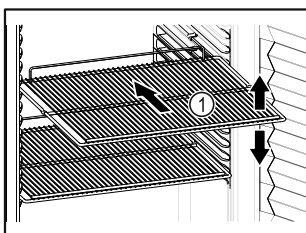

Fig. 54
- Ak sa dajú odkladacie rošty Fig. 54 (1) premiestniť, prispôbte výšku.